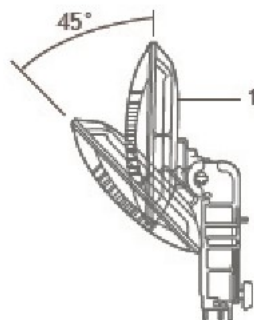

Fig. 2
Conecte el sujetador del cable de alimentación (11) al tubo inferior (10) y use el tornillo (12) para sujetarlo en la posición deseada. Afloje los tornillos (8) del tubo intermedio (9). Utilice los 4 tornillos (8) para atornillar firmemente el tubo intermedio (9) al tubo inferior (10) (ver Fig. 2).